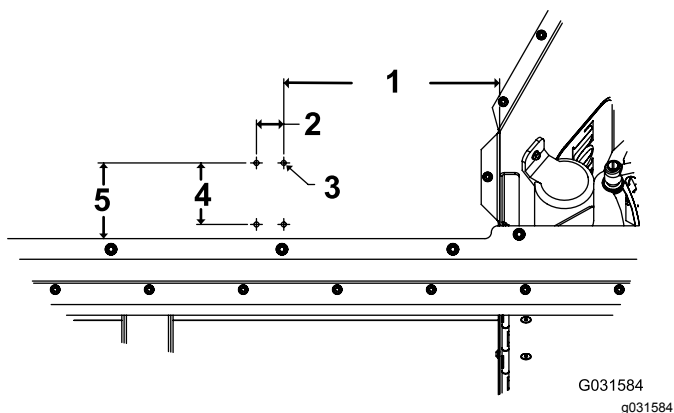

Figura 6
- Praticate 4 fori di montaggio (7 mm) sul lato della tramoggia. Fate riferimento alla Figura 6 per le dimensioni di perforazione.